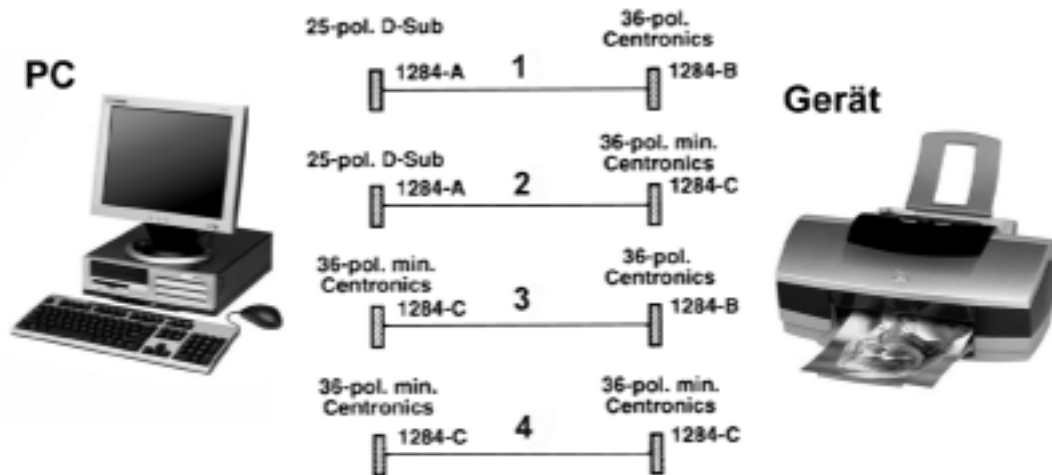

Abbildung 4.5 Verbindungen zwischen PC und peripherem Gerät nach IEEE 1284
Damit ergeben sich verschiedene Arten der Verkabelung (Abbildung 4.5).
1. Das Standardisierungsgremium hatte ursprünglich für Geräte und PCs den Steckverbinder IEEE 1284-C empfohlen (vgl. Position 4 in Abbildung 4.5). Das hat sich aber nicht durchgesetzt. Die PCs und die meisten Geräte werden nach wie vor mit herkömmlichen Steckverbindern (1284-A, 1284-B) bestückt (vgl. Position 4 in Abbildung 4.5).